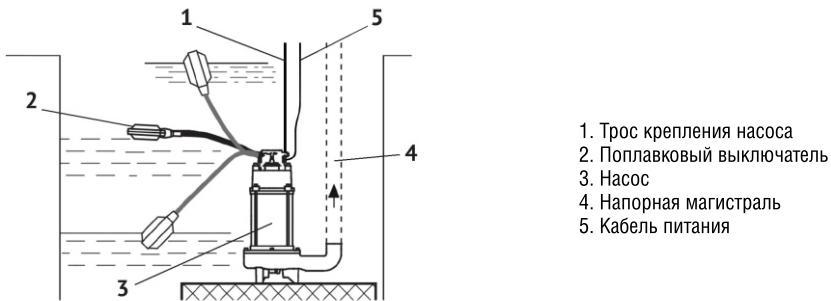

рис. 2
- Насос оснащён поплавковым выключателем, который отрегулирован на определённый уровень отключения/включения насоса, как изображено на рис.2. Убедитесь, что при минимальном уровне воды насос отключается.
- Резервуар (ёмкость) размещения насоса должен иметь размеры, соответствующие размерам насоса вместе с полем свободной регулировки поплавкового выключателя (рис.2 поз.2).